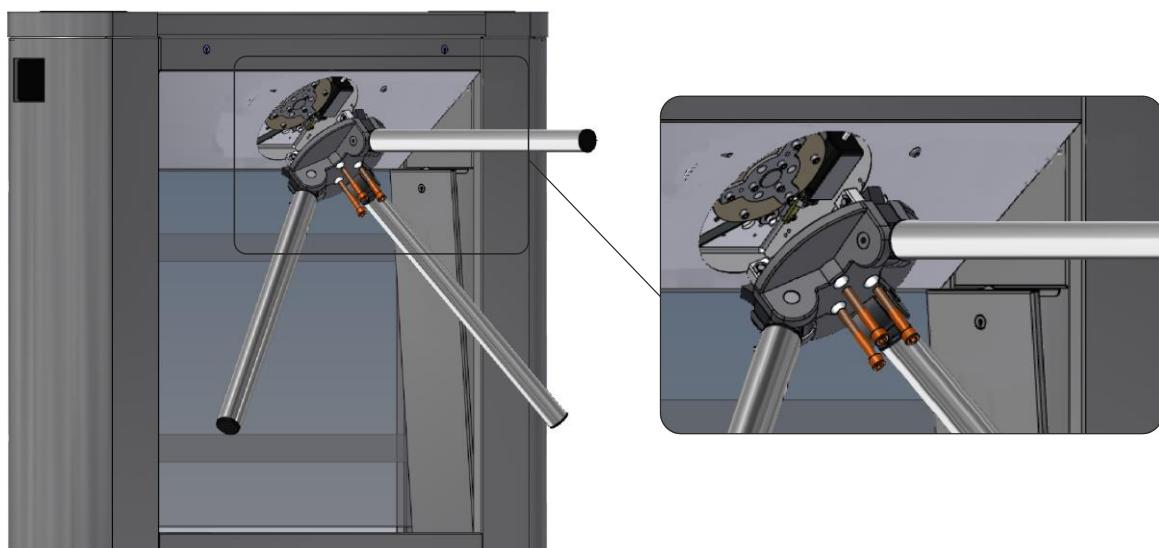

Рис. 14 – Установка ступицы с поводками в корпус турникета-трипода
- а) Вручную разложить поводки (2) ступицы (1) (см.*Рис.14*).
- б) Установить ступицу (1) по центру механизма (4) турникета;